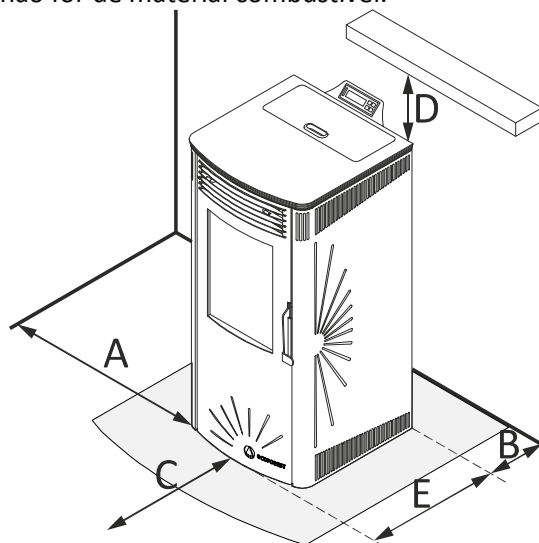

Figura 4
- 4.21.** Confirme os espaços entre a estufa, o combustível e qualquer tipo de material inflamável, confirme na *figura 4*.